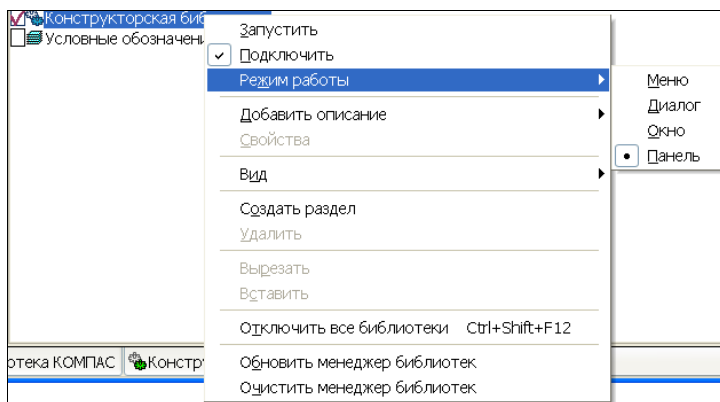

Рис. 26.2. Контекстное меню папки библиотеки
- ◆ *1-й способ* — выделите ПК мыши название **Конструкторская библиотека** и вызовите контекстное меню (рис. 26.2). Из контекстного меню вызовите команду **Подключить**;
- ♦ выделите ПК мыши библиотеку и вызовите контекстное меню. В контекстном меню перейдите на пункт **Режим работы** (см. рис. 26.2). Раскроется список режимов работы. Режим работы по умолчанию отмечен флажком;